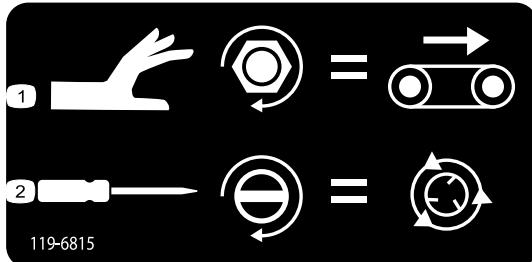

Figura 44
- Para ajustar velocidade da passadeira (Figura 44), rode o manípulo no sentido dos ponteiros do relógio. A velocidade máxima no solo é utilizada no sistema operativo com codificação por cores de forma que este ajuste possa ser feito sem fluido hidráulico presente. O
- Para ajustar velocidade do rotor (Figura 44), utilize uma chave de parafusos de pontas planas para aumentar rodando no sentido dos ponteiros do relógio ou diminuir rodando no sentido contrário ao dos ponteiros do relógio.